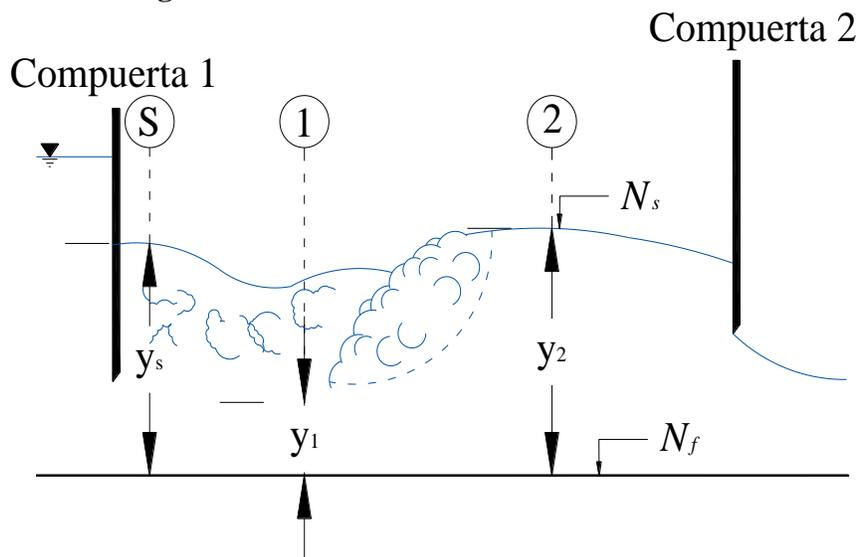

Figura 2. Corte longitudinal de un salto hidráulico ahogado
10. Medir el nivel de la plantilla N_f y el de la superficie libre del agua N_s en las secciones de sumergencia y_s y en la sección 2, ver figura 2. Registrar las mediciones en la tabla 2.